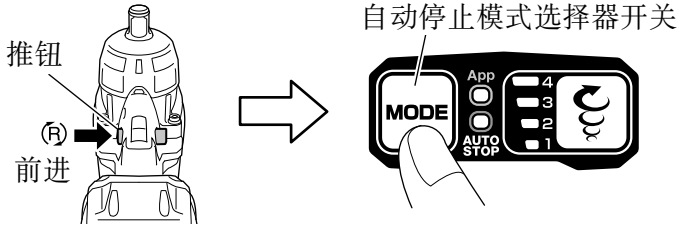

图 22
- (3) 自动停止模式 (仅限正转时) (图 22, 表 6)